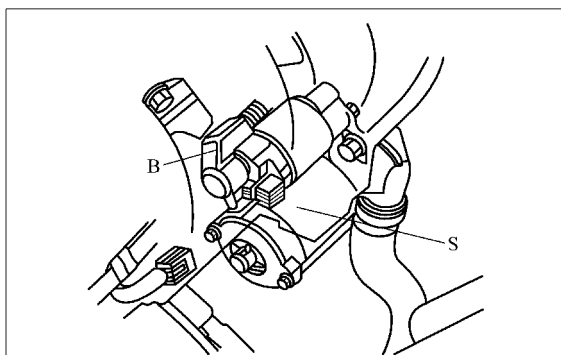

图 3-36 测试本田起动机
1) 如图 3-36 所示, 将 1 针插接器从起动机端子 S 上断开, 使用跨接线将起动机接线柱 B 与起动机端子 S 短接。如果起动机能运转, 但无力, 说明起动机内部故障, 应分解进行检修。